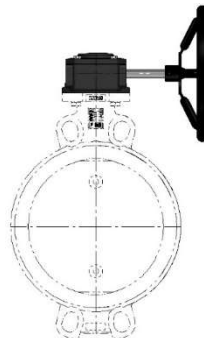

Abbildung 2.
9. Montieren Sie das Ventil senkrecht zum Ventil (siehe Abbildung 2).